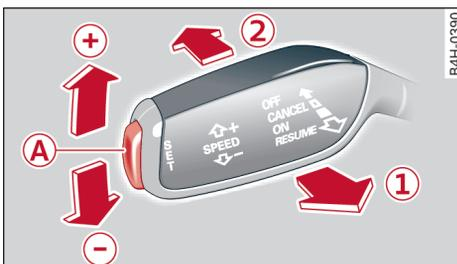

图 161 操纵杆：定速巡航装置
- ▶ 将操纵杆拉到位置 **1** ⇨ 图 161，打开定速巡航装置。
- ▶ 要逐步提高或降低车速时，请将操纵杆朝方向 **+** / **-** 点击 ⇨ 112 页，图 161。
- ▶ 把操纵杆拉到位置 **1** ⇨ 112 页，图 161。
- ▶ 把操纵杆推入位置 **2** (不卡止) ⇨ 112 页，图 161，或者